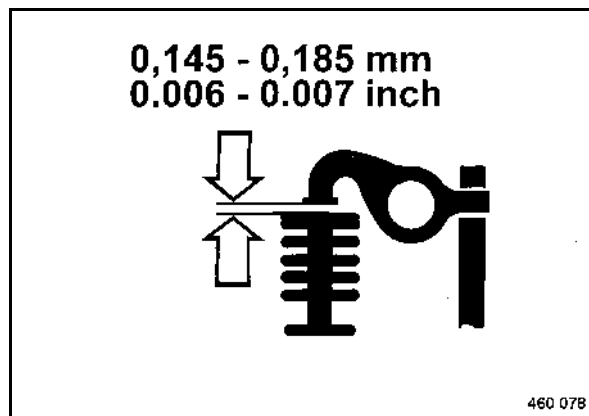

fig. 125
- Contrôler le jeu entre le culbuteur et la tige de soupape avec une cale d'épaisseur (fig. 125).